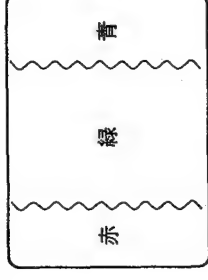

図 1-3
8. Purity つまみをまわし図 1-3 のように画面のセンターにグリーンが来るようにする。